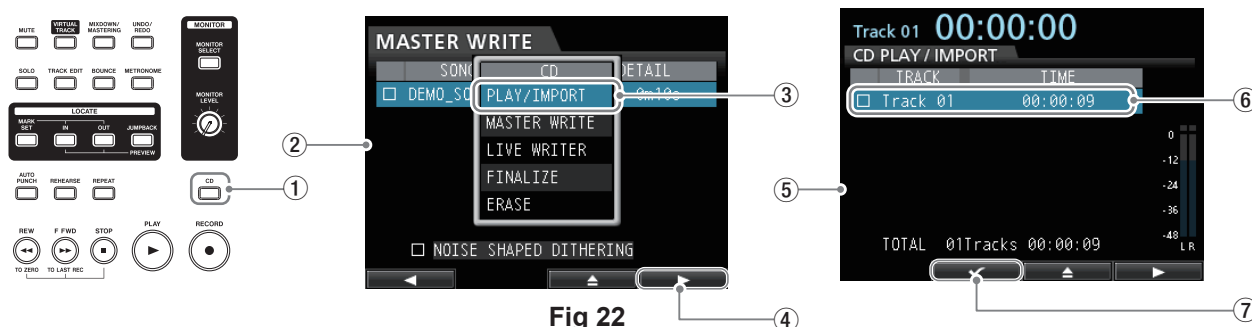

Fig 22
- Press the **CD** button (Fig. 22-①) to open the **CD menu** (Fig. 22-②).
- Use the **JOG/DATA** dial to select **PLAY/IMPORT** from the **CD menu** (Fig. 22-③).
After selection, press the **F4** button, which corresponds to the [▶] icon at the bottom right of the screen (Fig. 22-④), to open the **CD PLAY/IMPORT** screen (Fig. 22-⑤).
- Select the track written to the CD-RW disc from the list on the **CD PLAY/IMPORT** screen (Fig. 22-⑥).
If the box is checked, press the **F2** button, which corresponds to the "✓" icon (Fig. 22-⑦), to remove the check mark.
- **CD** ボタン (Fig22-①) を押して、**CD MENU** (Fig22-②) を表示させる。
- カーソルを **JOG/DATA** ダイアルで操作し、**CD MENU** 上の "PLAY/IMPORT" (Fig22-③) を選択する。
選択後、画面右下の [▶] マーク (Fig22-④) に対応する **F4** ボタンを押して、[CD PLAY/IMPORT] リスト画面 (Fig22-⑤) に移動する。
- [CD PLAY/IMPORT] リスト画面からCD-RWディスクに書き込んだTRACK (Fig22-⑥) を選択する。
[✓]マークが入っていた場合、[✓]マーク (Fig22-⑦) に対応する **F2** ボタンを押して、[✓]マークを解除する。